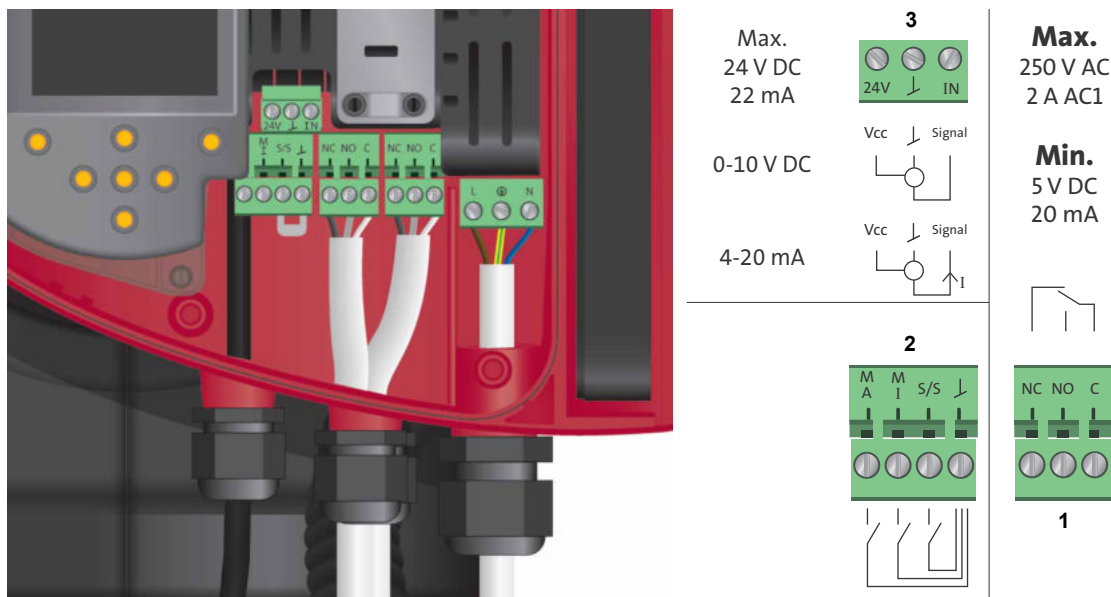

Fig. 10 Forbindelsesdiagram
Se fig. 10, pos. 1.
Se fig. 10, pos. 2.
Se fig. 10, pos. 3.